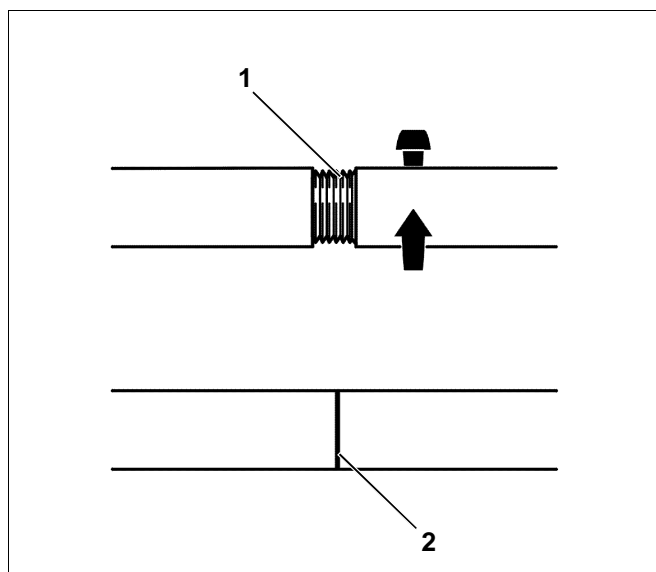

Fig. 17 Strettoi per pressaggio caldaia grandezza 2.3
Poiché liberando gli strettoi di pressaggio grandezza 2.3, sussiste la possibilità che si allentino le congiunzioni a vite dei tiranti (fig. 17, **pos. 1**), questi devono essere controllati prima di ogni ulteriore uso degli strettoi di pressaggio. Eventuali giunzioni allentate devono essere riportate a perfetta chiusura (fig. 17, **pos. 2**).